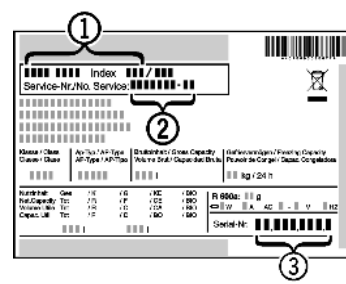

Fig. 52
- Apparaataanduiding Fig. 52 (1), servicenummer Fig. 52 (2) en serienummer Fig. 52 (3) van het typeplaatje aflezen. Het typeplaatje bevindt zich aan de binnenkant van het apparaat.